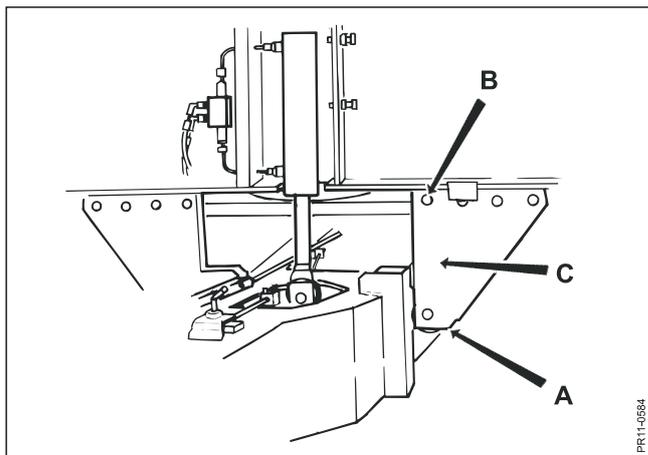

Fig. 9.8
Fig. 9.8 Les rouleaux de support pour l'inclinaison (A) doivent assurer un minimum de jeu entre le châssis et la cuve. Un guidage sans jeu ni friction assure une bonne pesée.